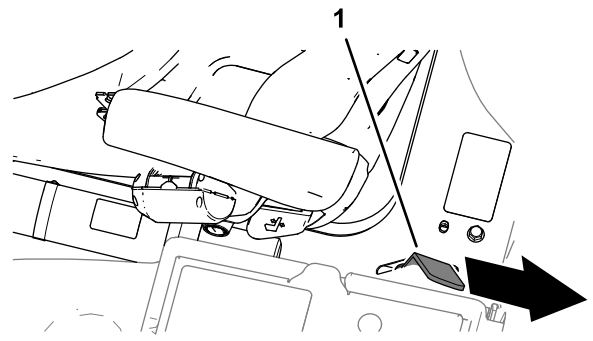

Figura 46
3. Baje la plataforma del todo y mueva la palanca de cierre de la plataforma hacia la parte trasera de la máquina hasta que el cierre se enganche del todo en la barra de bloqueo (Figura 46).